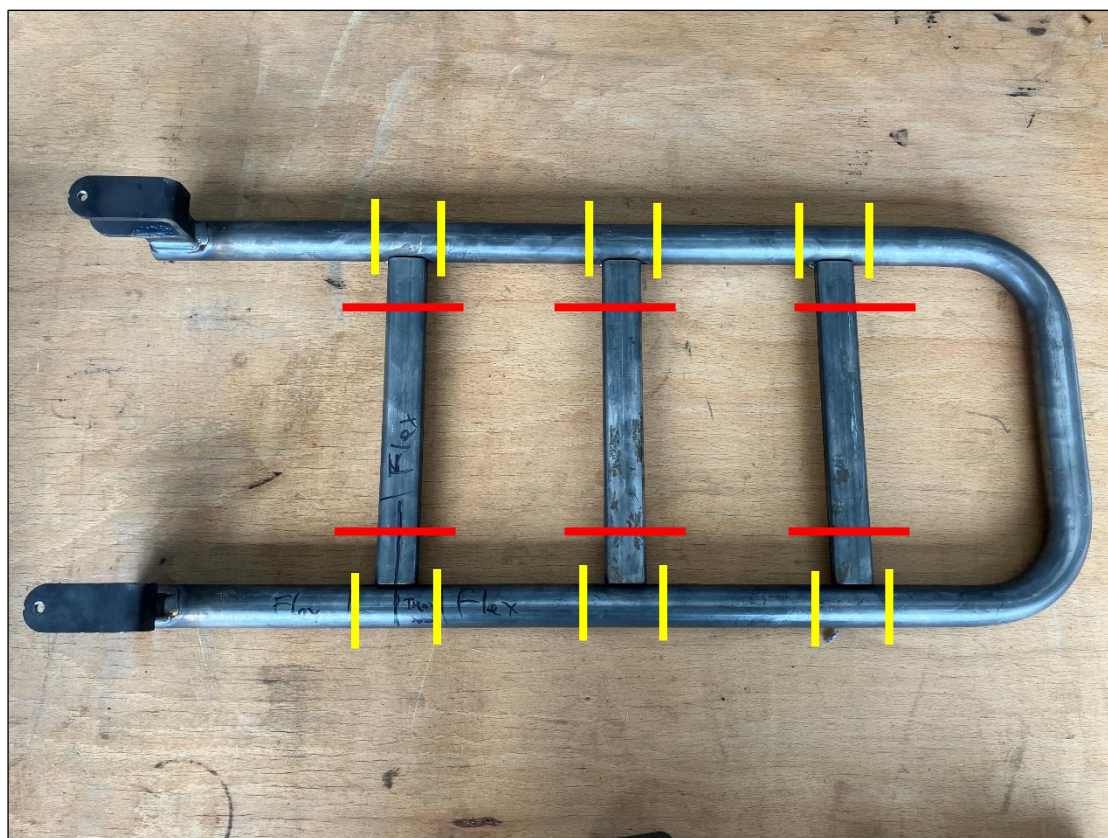

Abb. 2: Markierungen zum Zerkleinern der Probe.
- die querverlaufenden Streben am Bügel müssen vor dem Trennen an den gelbmarkierten Stellen (Abb. 2) mit einer Flex zerkleinert werden. Die rotmarkierten Stellen können mit einer Flex oder auch mit der Trennmaschine „Qcut 250A“ getrennt werden